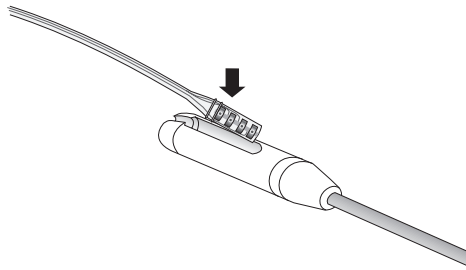

Figure 35. Insérer le connecteur à vis de l'extension dans l'embout de l'outil porteur.
9. Une fois le tunnélisateur en place, retirer l'embout cunéiforme et fixer l'embout de l'outil porteur (Figure 35).
10. Insérer le connecteur à vis de l'extension dans la rainure de l'embout de l'outil porteur (Figure 35). Faire passer l'ensemble avec précaution dans le tunnel jusqu'à la partie exposée de l'électrode.